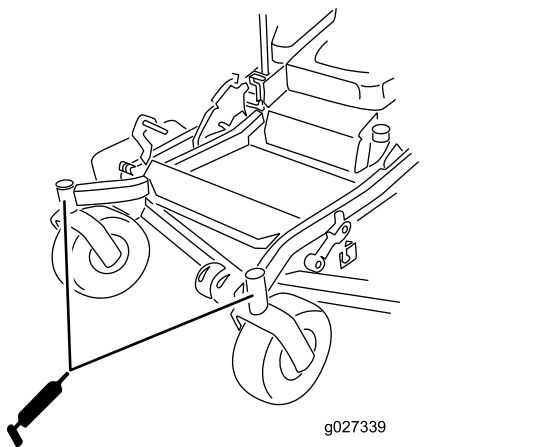

Figure 41
10. Remettez le bouchon hexagonal et le capuchon protecteur en place (Figure 41).
11. Graissez les roulements des roues pivotantes (Figure 41).